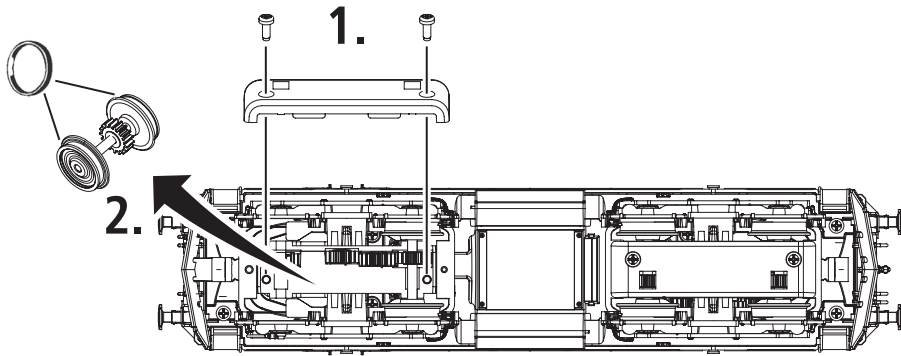
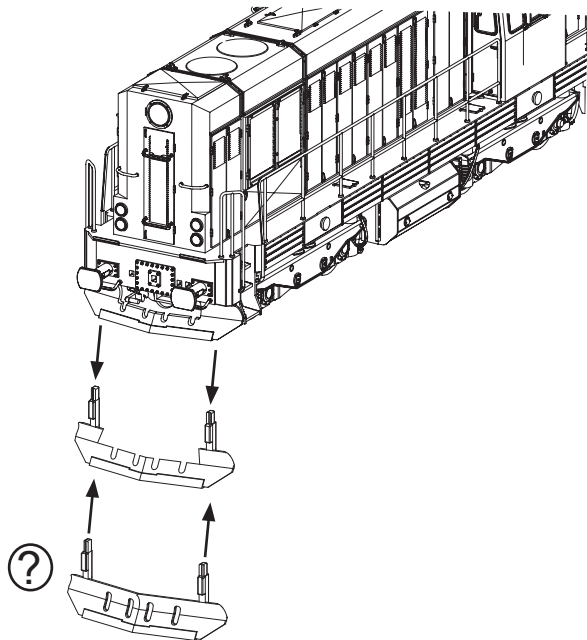

Fig. 5
Fig. 3
2. Schmierung: Versehen Sie die im Schmierplan in Fig. 5 gekennzeichneten Stellen mit nur **kleinen Öltropfen**. Dazu zuerst das Lokgehäuse abnehmen (Fig. 3). Wir empfehlen den **ROCO Öler Art.-Nr. 10906**. Fürs Schmieren der Getriebeteile (Zahnräder, Schnecke) empfehlen wir das **ROCO-Spezialfett Art.-Nr. 10905**. Im Falle der Schmierung diese Teile **nicht ölen**.
Mehrzugbetrieb: Zuerst Lokgehäuse abnehmen (Fig. 3). Danach den Brückenstecker aus der Schnittstelle entfernen (diesen sorgsam aufbewahren). Danach den Stecker des Decoders lage-richtig einsetzen (Fig. 8).
2. Lubrication: Apply **tiny oil drops** to spots marked in fig. 5. Prior to lubrication dismantle locomotive (fig. 3). We recommend using item no. **10906, Roco oiler**. For lubrication the gearparts (e.g. cogwheels, worm) we would recommend our Roco **special grease** (item no. **10905**).
2. Graissage: N'appliquez **qu'une tout petite goutte** aux endroits indiqués par le plan de graissage (fig. 5) après avoir démonté la caisse de la locomotive (fig. 3). Nous vous recommandons **le graisseur à huile Roco réf. 10906**. Pour graisser les engrenages (roues dentées, vis sans fin) nous vous conseillons la **graisse spéciale Roco réf. 10905** pour engrenages en matières synthétiques. Lorsque vous utilisez cette graisse il faut éviter d'huiler ces composants.
voir } Fig.3